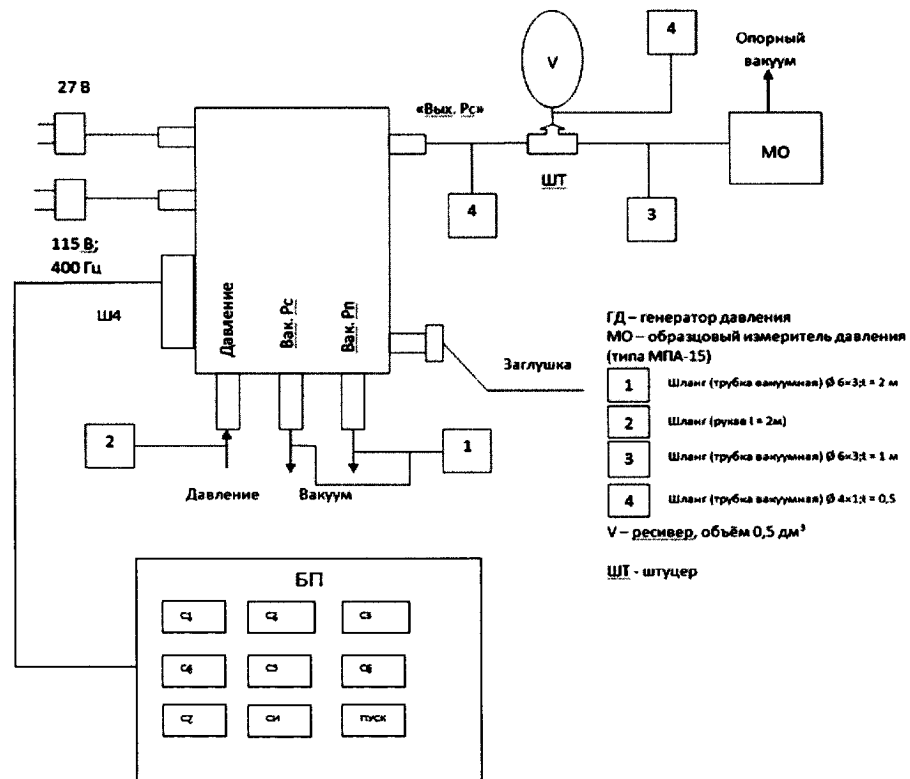

Рисунок 4
8.4.1 Собирают схему, приведенную на рис. 4 и проводят подготовку к работе образцового измерителя давления в соответствии с технической документацией на него.